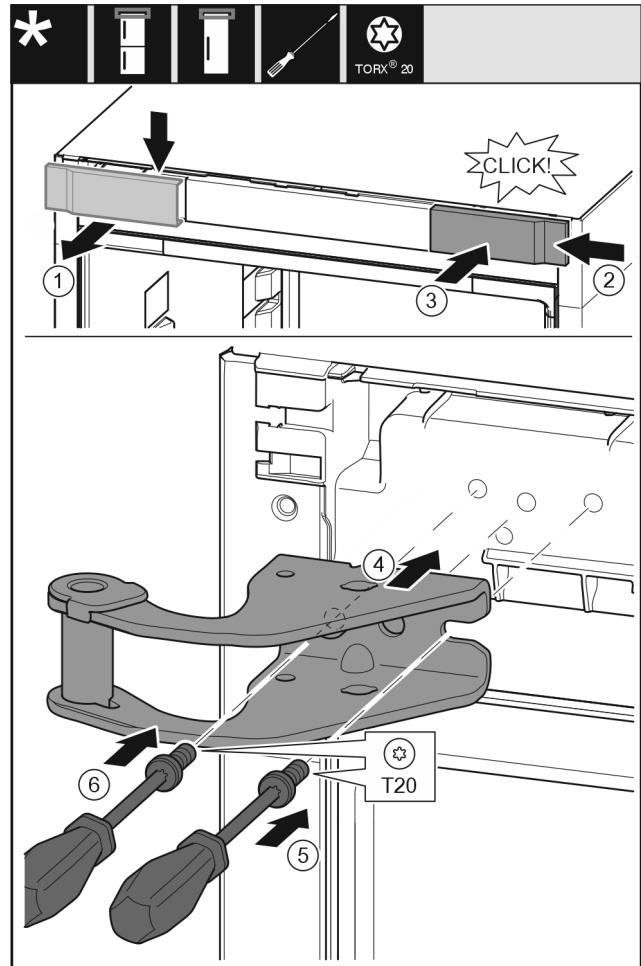

Fig. 12
- ▶ Tag afdækningen af opefter. Fig. 12 (1)
- ▶ Drej afdækningen 180°, og anbring på plads i den anden side fra højre. Fig. 12 (2)
- ▶ Sørg for, at afdækningen går i indgreb. Fig. 12 (3)
- ▶ Anbring den øverste hængselkonsol. Fig. 12 (4)
- ▶ Sæt skruen i med skruetrækkeren T20, og stram den. Fig. 12 (5)
- ▶ Sæt skruen i med skruetrækkeren T20, og stram den. Fig. 12 (6)